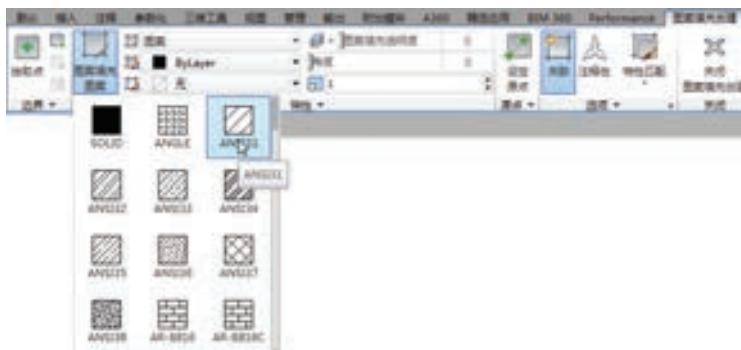
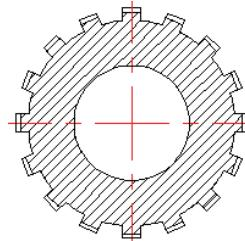

图 8-103 设置“图案填充创建”选项卡
图 8-104 填充后的左视图
(3) 填充剖面线 将“剖面线”图层设置为当前图层，填充剖面线。图 8-103 所示为设置好的“图案填充创建”选项卡，命令执行过程参照上面的介绍，填充后的左视图如图 8-104 所示。
复制要放大的局部视图。单击“修改”工具栏中的“复制”按钮 $\text{C}$ ，在命令行提示下用窗选方式选择图 8-104 所示最上端的键部和两边的圆弧，将其由基点(450,275) 复制到第二点(320,105)。